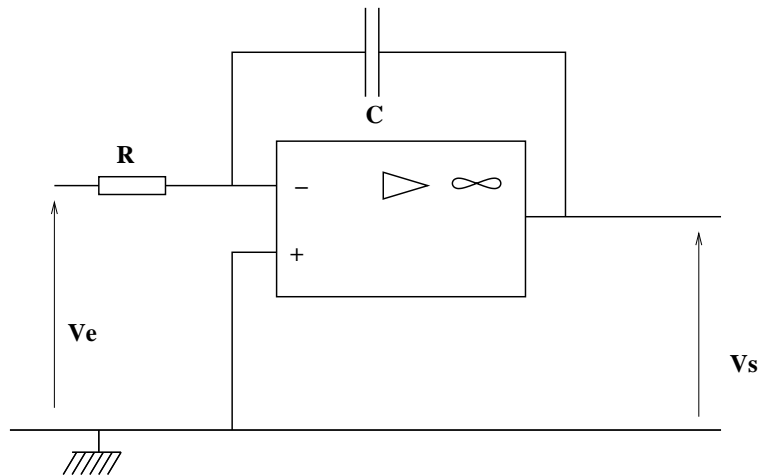

FIG. 3.3 – Montage intégrateur.
On propose le montage de la figure 3.3, sur lequel $R = 10 \text{ k}\Omega$ et $C = 22 \text{ nF}$.
- Réaliser le montage schématisé sur la figure 3.3, en incluant les appareils de mesure (ici, l'oscilloscope).